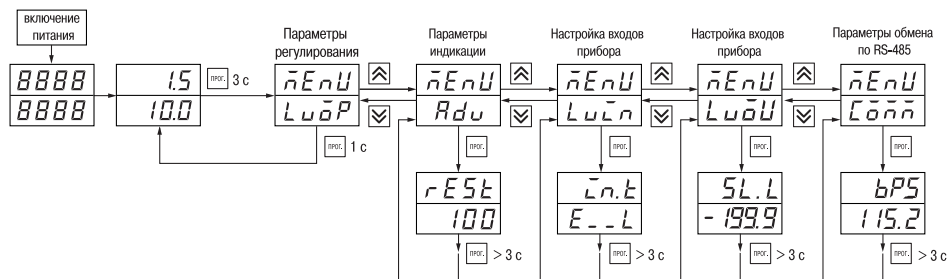

Рис. 19
7.1.2. Основные параметры прибора TPM201 объединены в 5 групп *Luop*, *Adu*, *Lun*, *Loo* и *Conn*, составляющие меню прибора (рис. 19). Полный список программируемых параметров приведен в Прил. Б.